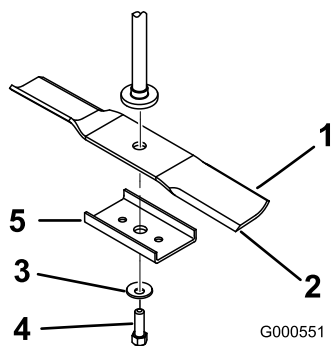

Figure 46
Tenez la lame à son extrémité avec un chiffon ou un gant épais. Enlevez de l'axe, le boulon, la rondelle bombée, le renfort et la lame (Figure 46).
- Montez le renfort, la rondelle bombée (face concave vers la lame) et le boulon de lame (Figure 46).
- Placez la lame sur l'axe (Figure 46).